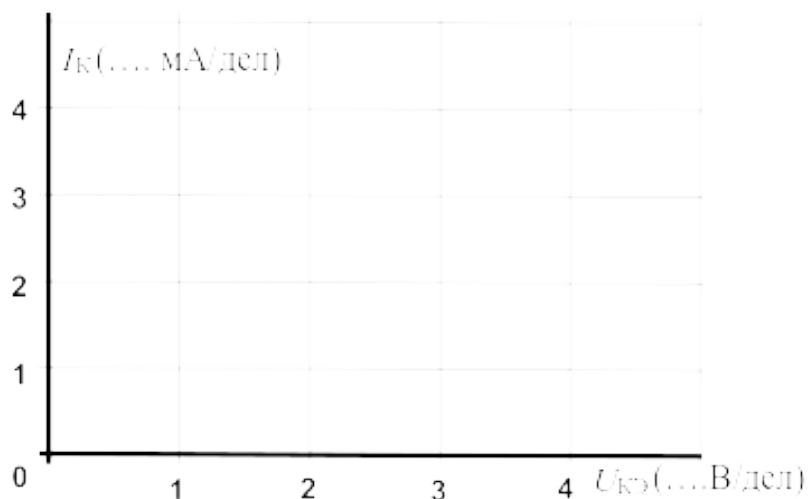

Рисунок 4
1.4. Регулируя ток базы от 0 до максимального значения и наоборот, наблюдайте за изменением кривой $I_K(U_{кэ})$ на осциллографе. При нескольких значениях тока базы (включая нулевое и максимальное) перерисуйте кривую $I_K(U_{кэ})$ с осциллографа на рисунок 4. Не забудьте указать масштабы по осям и токи базы для каждой кривой.